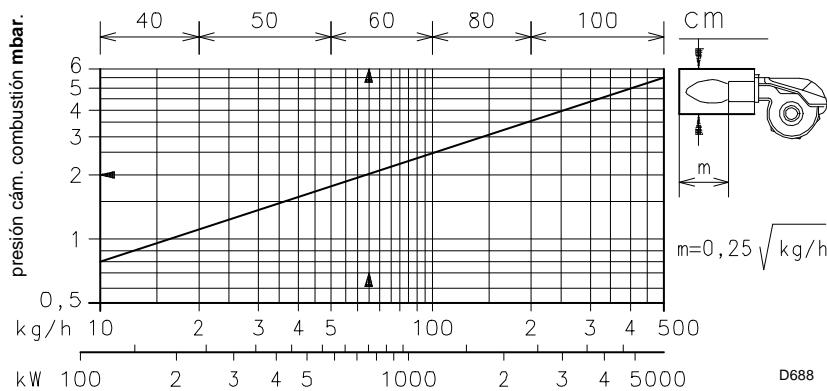

Fig. 4
3.4.1 Caldera de prueba (Fig. 4)
En(Fig. 4) se indica el diámetro y longitud de la cámara de combustión de la caldera de prueba.